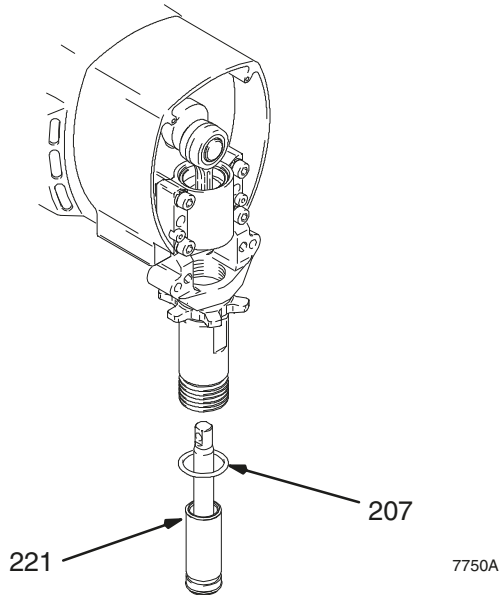

Fig. 18
Fig. 18. Smør fedt på O-ringen (221) og sæt den på foringen. Skub foringen/stempelstangssamlingen ind i bunden af cylinderen. Udskift O-ringen (207), hvis det er nødvendigt.